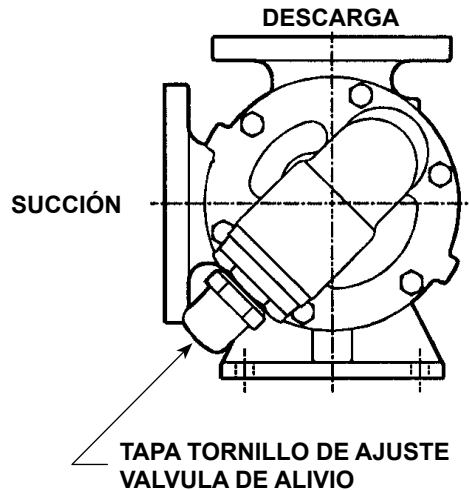

FIGURA 3
3. El tornillo de ajuste de la válvula de alivio debe apuntar siempre hacia el lado de succión de la bomba. Si se invierte la rotación de la bomba, retire la válvula de alivio y gire hacia el final para terminar. (ver , en primer lugar, “Rotación de la Bomba” en la página 111 referente a los pasos adicionales necesarios para su funcionamiento adecuado Ver **Figura 3**.